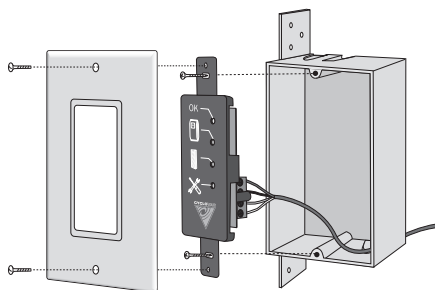

figure 14
5. Visser le module à la boîte de montage, en utilisant les deux vis fournies (**figure 14**).